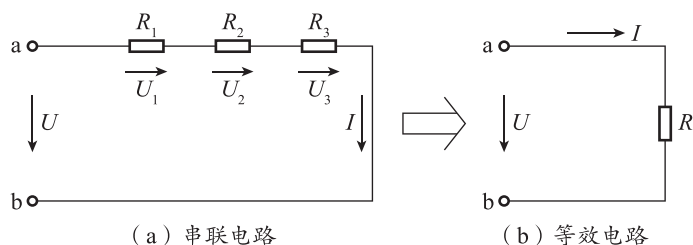

图 1-15 电阻串联
若干个电阻依次首尾相连，并且在这些电阻中通过同一电流（两个及以上电阻依次首尾相连成无分支的唯一一条电流路径），则这样连接方式的电路称为电阻的串联电路。如图 1-15 (a) 所示为三个电阻的串联电路，图 1-15 (b) 为图 1-15 (a) 的等效电路。
(1) 电流处处相等。如图 1-15 (a) 所示电路，有
(2) 总电压等于各段分电压之和。串联电路具有分压作用。如图 1-15 (a) 所示电路，有
(3) 总电阻等于串联电路中各个电阻之和。如图 1-15 (a) 所示电路, 有
(4) 串联电路中各个电阻两端的电压与该阻值成正比。串联电阻具有分压作用, 如图 1-15 (a) 所示电路, 有